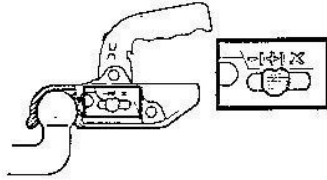

Fig. 2
5. Cuando la conexión es correcta, el indicador esta en la marca "+" (Fig.2).